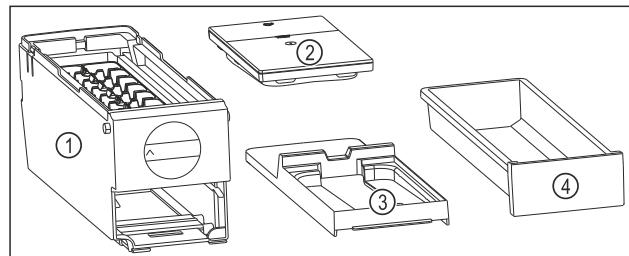

Fig. 98 Съставни части на EasyTwist-Ice
- EasyTwist-Ice е разглобен на четири части. (виж Fig. 98)
- Разглобявайте EasyTwist-Ice само на изобразените съставни части. (виж Fig. 98)
- Почистете корпуса на EasyTwist-Ice Fig. 98 (1) като едно цяло.